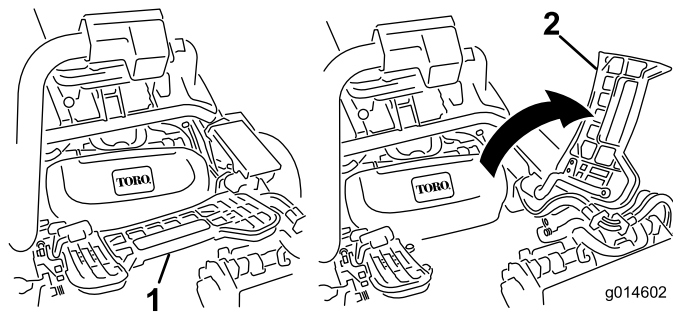

Bild 11
3. Wenn Sie das mittlere Mähwerk installieren, heben Sie es an der Fußplattform an und schwenken es nach oben, damit Sie Zugang zur Stellung des mittleren Mähwerks haben (Bild 11).